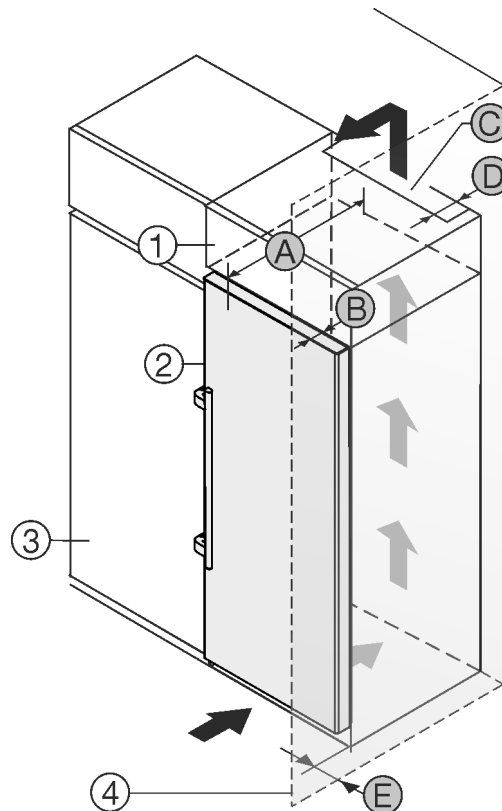

Fig. 1
Gerät direkt neben dem Küchenschrank Fig. 1 (3) aufstellen.
An der Rückseite des Aufsatzschrankes muss ein Abluftschacht mit der Tiefe Fig. 1 (D) über die gesamte Aufsatzschrankbreite vorhanden sein.
Unter der Raumdecke muss der Entlüftungsquerschnitt Fig. 1 (C) eingehalten werden.
Wenn das Gerät mit den Scharnieren neben einer Wand *Fig. 1 (4)* aufgestellt wird, muss der Abstand zwischen Gerät und Wand mindestens 57 mm betragen. Dies entspricht dem Griffüberstand bei geöffneter Tür.
Um die Türe vollständig öffnen zu können, muss Gerät um die Türtiefe *Fig. 1 (B)* gegenüber der Küchenschrankfront vorstehen. Abhängig von der Tiefe der Küchenschränke *Fig. 1 (3)* und Verwendung von Wandabstandshaltern kann das Gerät weiter herausragen.